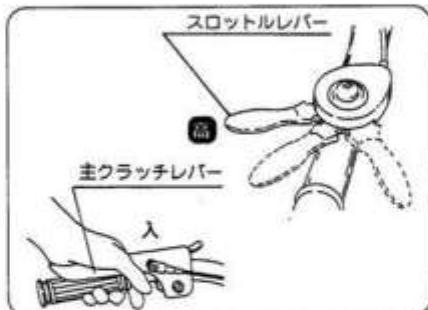

図14
- 主クラッチレバーを左手でゆっくり握りクラッチが入ります。(図14)